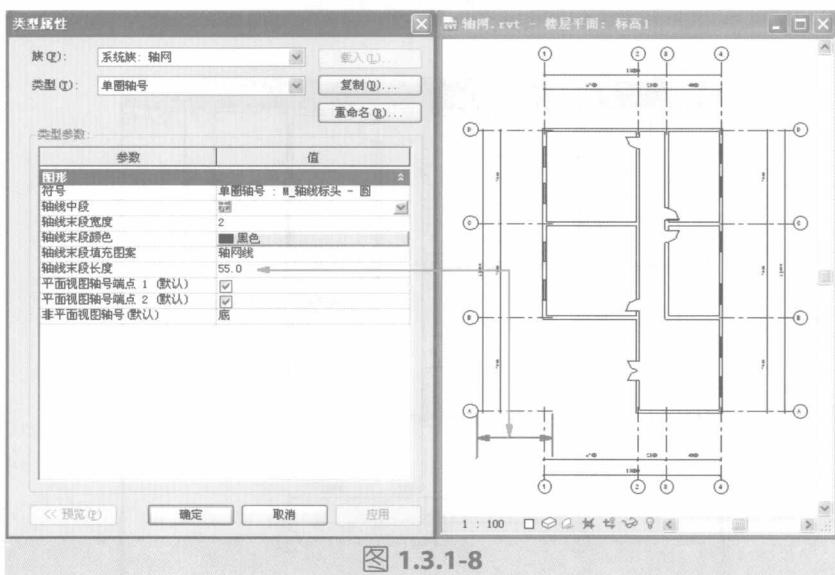

图 1.3.1-8
- 选择参数“轴线中段”的值为“自定义”时，轴网的网格线为连续，但其中间段可以通过参数“轴线中段填充图案”来单独设置线型，并可以通过设置参数“轴线末端长度”的值来控制轴线末端长度（图 1.3.1-9）。